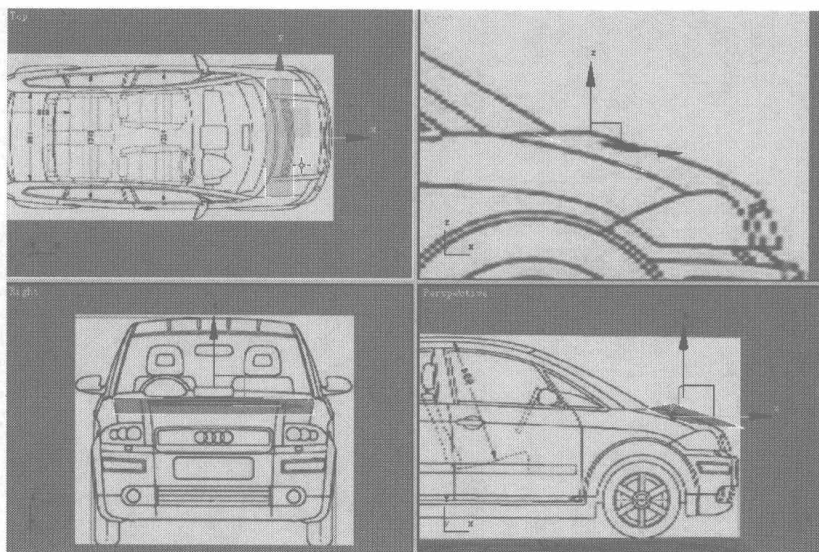

图 7.18
- 03** 按快捷键 **Alt+X**，将模型透明显示。然后用旋转和移动工具，将面片的位置调整到如图 7.18 所示的位置。